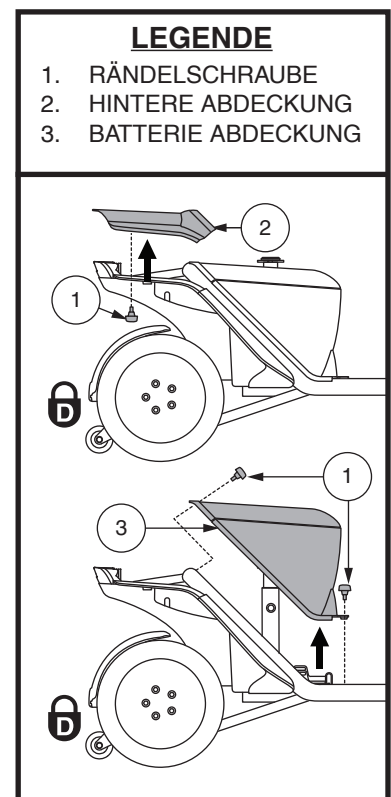

Abb. 12. Entfernung/ Ersetzung der Abdeckung
2. Entfernen Sie die Batterie Abdeckung indem Sie die zwei (2) Rändelschrauben, die es am Fahrzeug Rahmen befestigen, abschrauben und die Abdeckung hoch und vom Fahrzeug heben. **Siehe Abb. 12.**
3. Entfernen Sie die Batterie Abdeckung indem Sie die vier (4) Rändelschrauben, die es am Fahrzeug Rahmen befestigen, abschrauben und die Abdeckung hoch und vom Fahrzeug heben. **Siehe Abb. 12.**